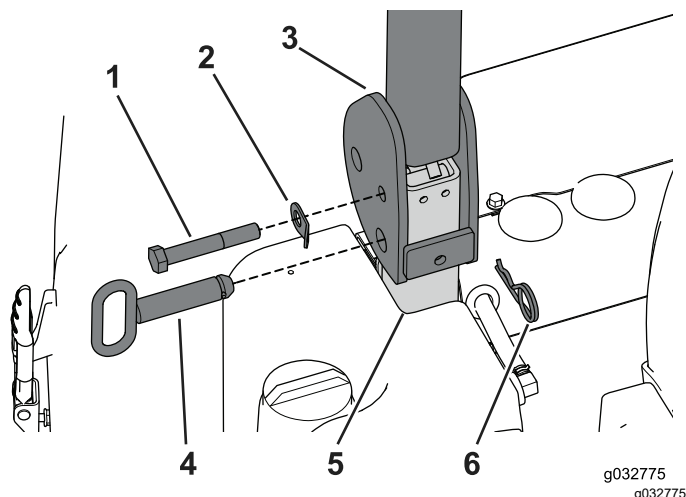

Figure 46
2. Retirez les goupilles fendues et les goupilles de blocage de pivot de l'arceau de sécurité; mettez de côté les goupilles fendues (Figure 46).